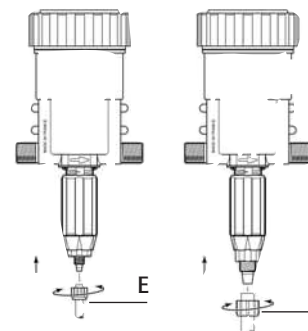

Abb. 9
- Zum Anschliessen des Ansaugschlauches, die Mutter (Abb. 9-E) die sich unten am Dosierteil befindet, losschrauben und über den Saugschlauch stülpen.